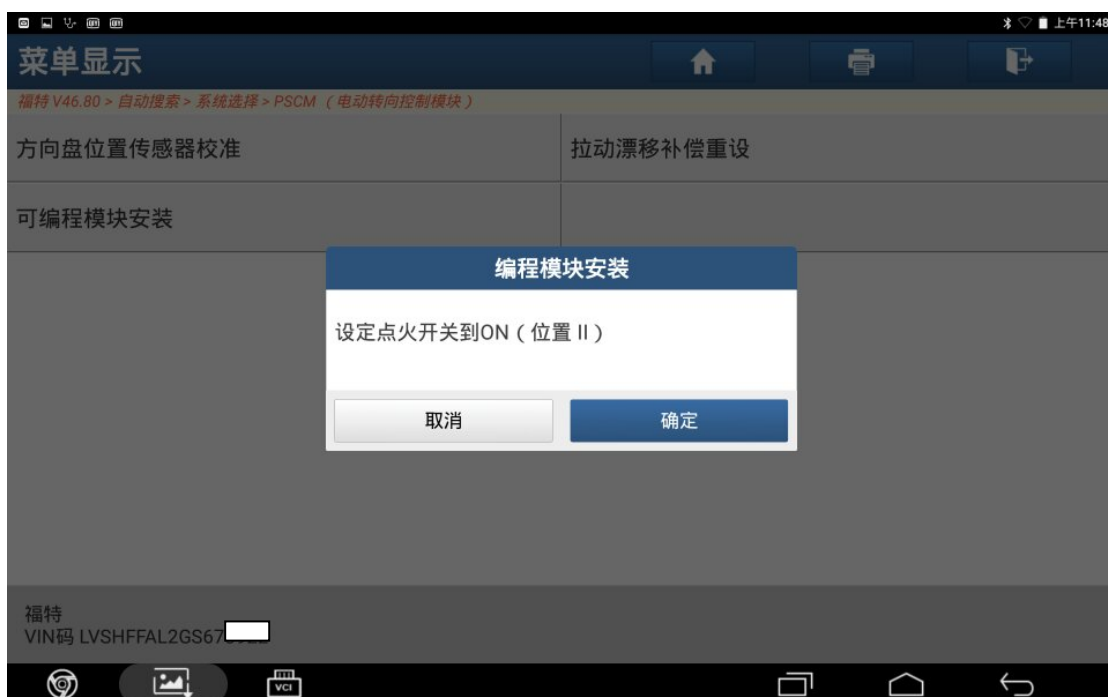

图 8
8). 设定点火开关到 ON（位置 II），点击“确定”，如图 8；